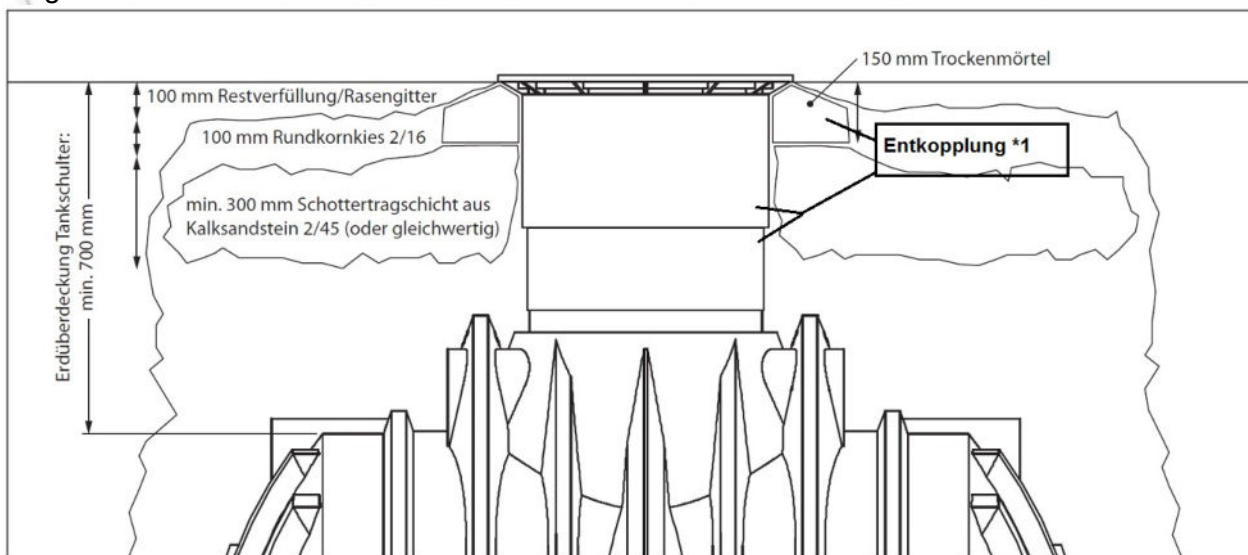

Abbildung 5: Bauseitige Herstellung eines befahrbaren Überbaus mit Teleskopdom oder Teleskopsegmentes
- Ergänzend zur Schottertragschicht wird **unterhalb des Rahmens der Abdeckung** eine ca. 150 mm hohe Unterfütterung aus Trockenmörtel (Fertigmischung aus dem Baumarkt) aufgebracht. Diese Schicht muss umlaufend min. 200 mm breit sein und ist direkt am Teleskopdom auszuführen. **Entkopplung *1 Abbildung5**
In ==> Abbildung 5 sind die verschiedenen Schichten am Beispiel eines Atlantis 4000 L Erdtanks dargestellt.